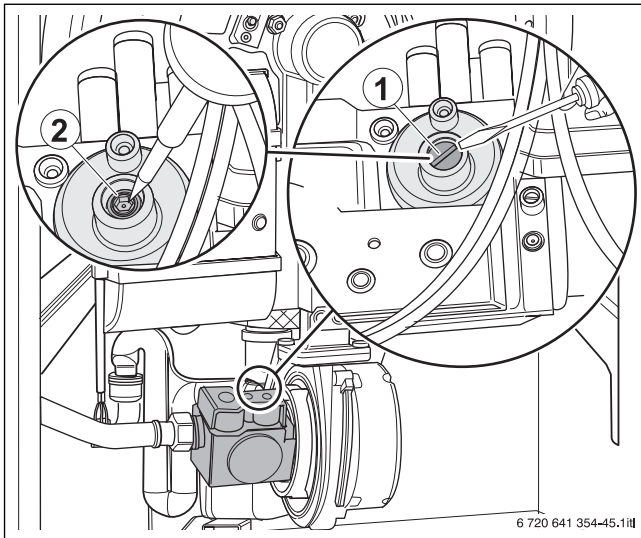

Bild 48 CO2-Einstellung bei Teillast prüfen
- ▶ Abdeckschraube der Teillast-Einstellschraube entfernen (→ Bild 48, [1], Seite 32).
- ▶ Bei CO2-Werten unter 9,0 % oder mehr als 9,6 % die Einstellung an der Kleinlast-Einstellschraube auf 9,3 % korrigieren (→ Bild 48, [2], Seite 32).
- ▶ Bei CO2-Werten unter 9,8 % oder über 10,8 %, die Einstellung an der Kleinlast-Einstellschraube korrigieren (→ Bild 48, [2], Seite 32, Tabelle 14).